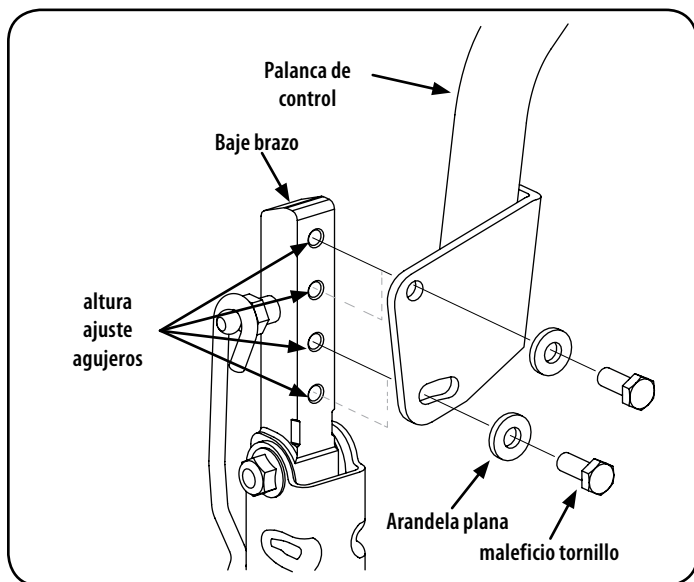

Figura 10
2. Mientras sujeta la palanca de control para evitar que se caiga, quite el tornillo hexagonal y la arandela plana de la parte inferior de la palanca de control y el brazo inferior. Consulte la Figura 10.